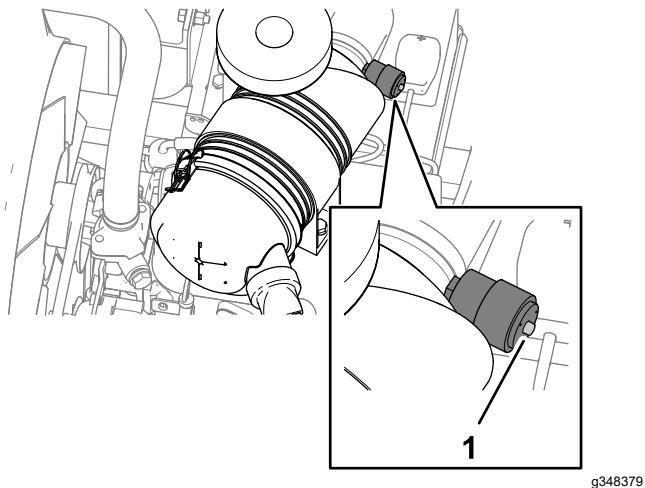

Bild 61
3. Prüfen Sie die Verstopfungsanzeige des Luftfilters (Bild 61).
**Hinweis:** Warten Sie den Hauptluftfilter, wenn die Verstopfungsanzeige des Luftfilters (Bild 61) rot ist. Das häufige Auswechseln des Luftfilters erhöht die Gefahr, dass Schmutz in den Motor gelangt, wenn der Filter entnommen ist.